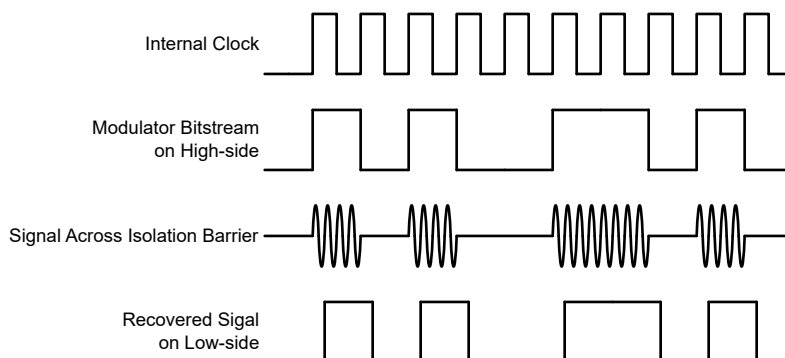

図 7-1. OOK ベースの変調方式
図 7-1 に示されているように、AMC0x30R は、オン / オフ キーイング (OOK) 変調方式を使用して、変調器の出力ビットストリームを、 $\text{SiO}_2$  ベースの絶縁膜間で伝送します。送信ドライバ (TX) をに 機能ブロック図 示します。TX は、内部で生成された高周波キャリアを絶縁バリア越しに送信し、デジタル 1 を表現します。ただし、TX はデジタル 0 を表す信号を送信しません。AMC0x30R で使用されるキャリアの公称周波数は 480MHz です。